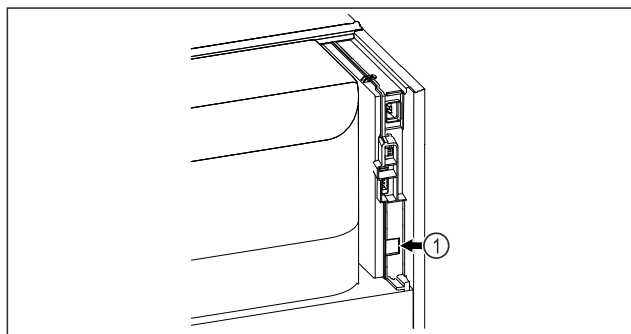

Fig. 73
- Vstavljen je SmartModule Fig. 73 (1).